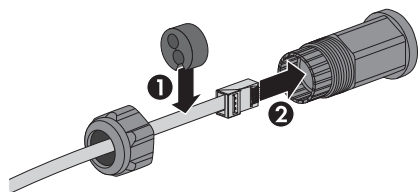

Figure 2.20 : Acheminer les câbles dans les presse-étoupes
2. Guidez les câbles à travers la base de l'onduleur via des presse-étoupes. Voir figure 2.20.